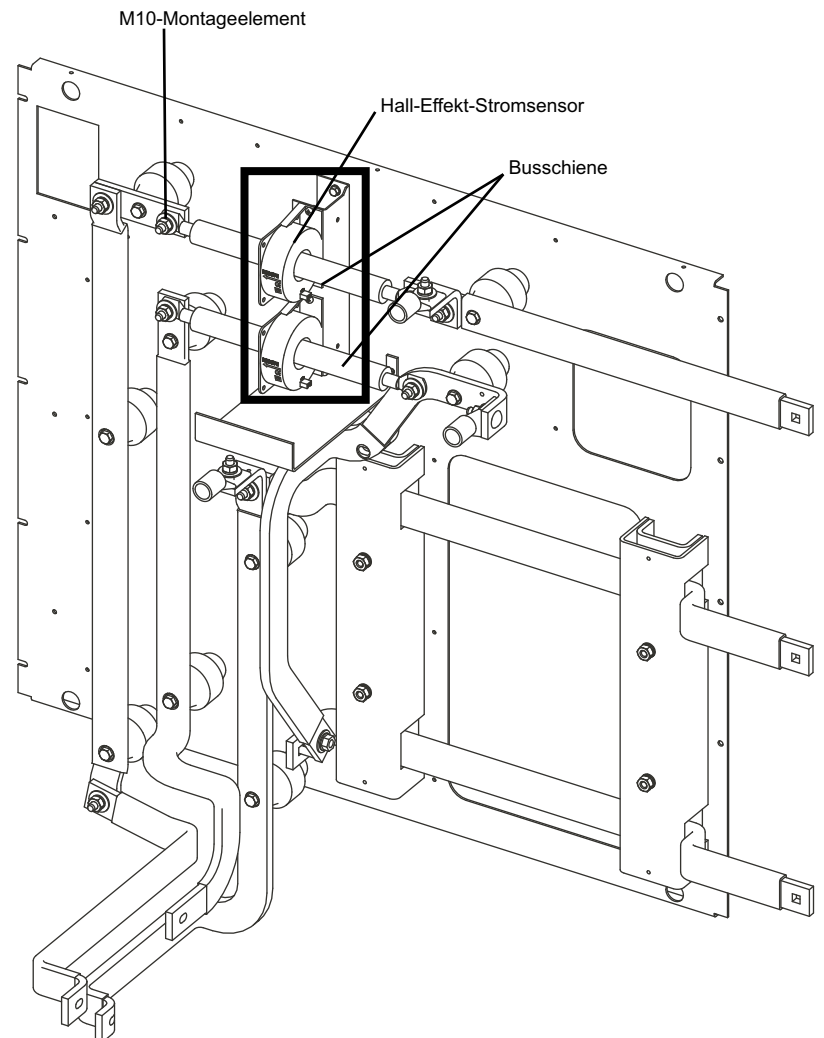

Abbildung 23 – Hall-Effekt-Stromsensor im Schaltschrank
6. Setzen Sie den neuen Sensor ein. Richten Sie die Pfeile wie in Abbildung 23 dargestellt aus.